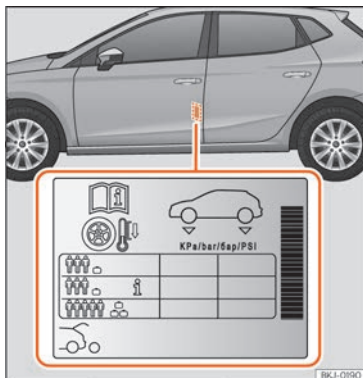

Abb. 193 Einbautort des Aufklebers für den Reifenfülldruck.
- Passen Sie bei größerer Zuladung den Reifenfülldruck entsprechend an » **Abb. 193**.
Die Angaben zum Reifenfülldruck befinden sich auf einem Aufkleber an der B-Säule der Fahrertür » **Abb. 193**.
Je nach Fahrzeug kann der Reifenfülldruck auf halbe Last eingestellt werden, um den Fahrkomfort zu verbessern [Reifenfülldruck **i** » **Abb. 193**]. Beim Fahren mit Komfort-Reifenfülldruck kann sich der Kraftstoffverbrauch leicht erhöhen.
Der Reifenfülldruck muss der aktuellen Fahrzeugbelastung angepasst werden. Wenn das Fahrzeug voll beladen werden soll, muss der Reifenfülldruck entsprechend dem auf dem Reifenfülldruck-Aufkleber » **Abb. 193** angegebenen maximalen Wert erhöht werden.
Füllen Sie bei einem minimierten Notrad (125/70 R16 oder 125/70 R18) auf einen Druck von 4,2 bar, gemäß Angabe auf dem Aufkleber mit den Reifenfülldruckwerten » **Abb. 193**.
» Abb. 193.
- Immer den richtigen Reifenfülldruck am kalten Reifen einhalten, wie auf dem Aufkleber angegeben » Abb. 193.